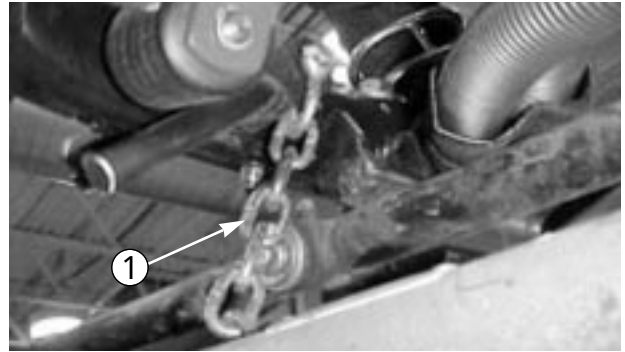

図 11
11. 昇降アームからチェーンを外し、左右の後カuttingユニットに固定する（図11；キャップスクリュ、平ワッシャ、ロックナットを使用する）。